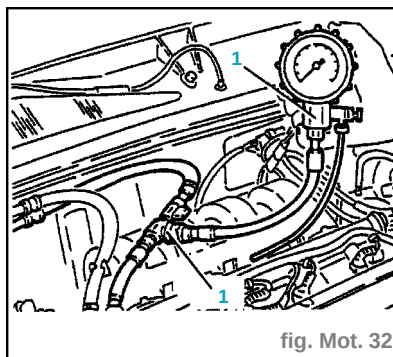

fig. Mot. 32
- Brancher un manomètre, par un adaptateur en T entre le collecteur et le tuyau débranché (1) (fig. Mot. 32).